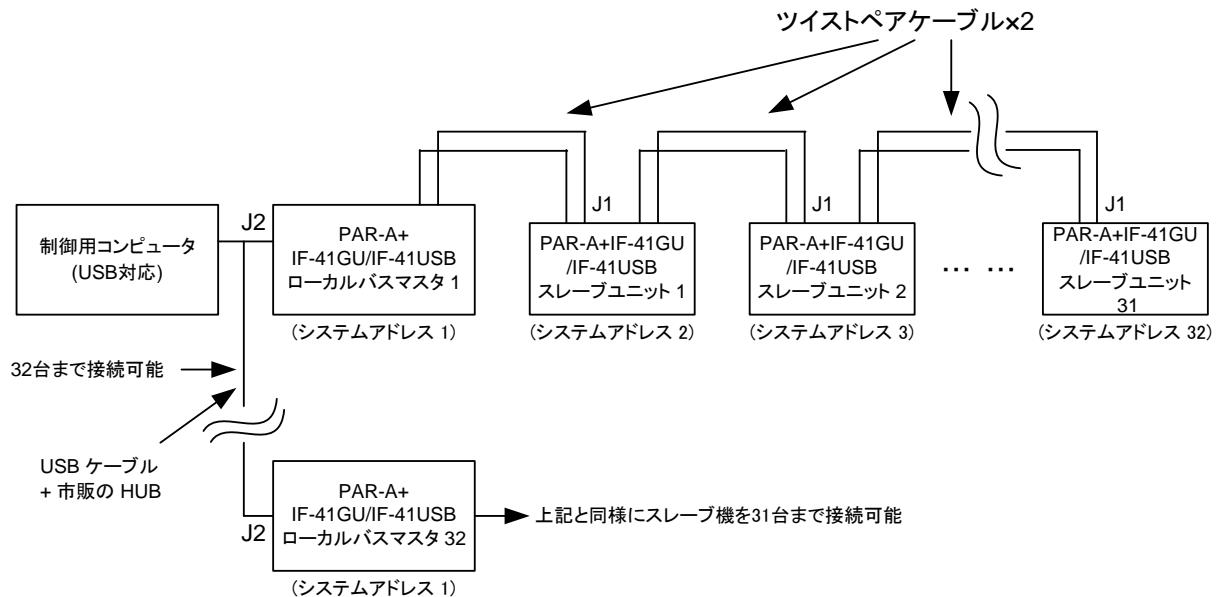

Fig.17 IF-41GU/IF-41USBを使用したUSBによるコントロール
- USBケーブルを使ってコンピュータと直接接続可能なローカルバスマスターの台数は32台です(HUBは除く)。コンピュータに直接接続したローカルバスマスターにツイストペア線2組を使って、31台までスレーブ機を接続可能です。Fig.17に接続図を示します。